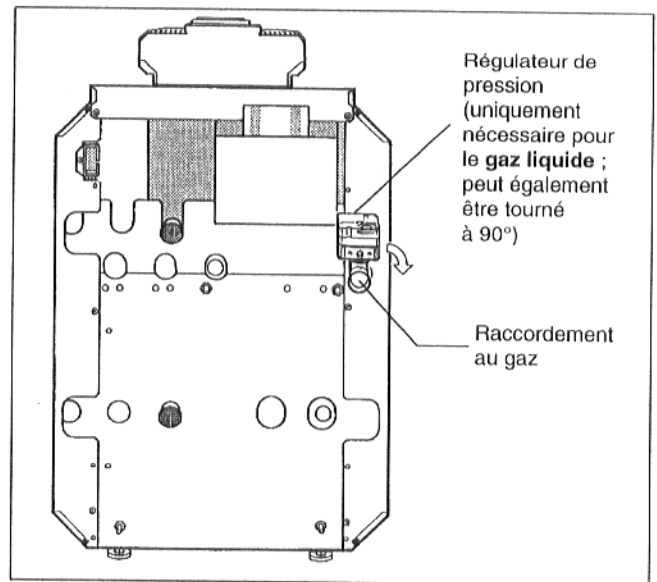

Fig. 23 Raccordement au gaz
Le raccordement au gaz doit s'effectuer sans mise sous tension (Fig. 23).
- Si vous utilisez du **gaz liquide**, insérez immédiatement dans la conduite de gaz le régulateur de pression livré avec les pièces de rechange, dans le raccordement de gaz de la chaudière, avec le disque de réglage vers le haut ou vers l'extérieur (Fig. 23). Utilisez pour cela la nipple de réduction fournie et effectuez le raccordement électrique suivant le schéma.